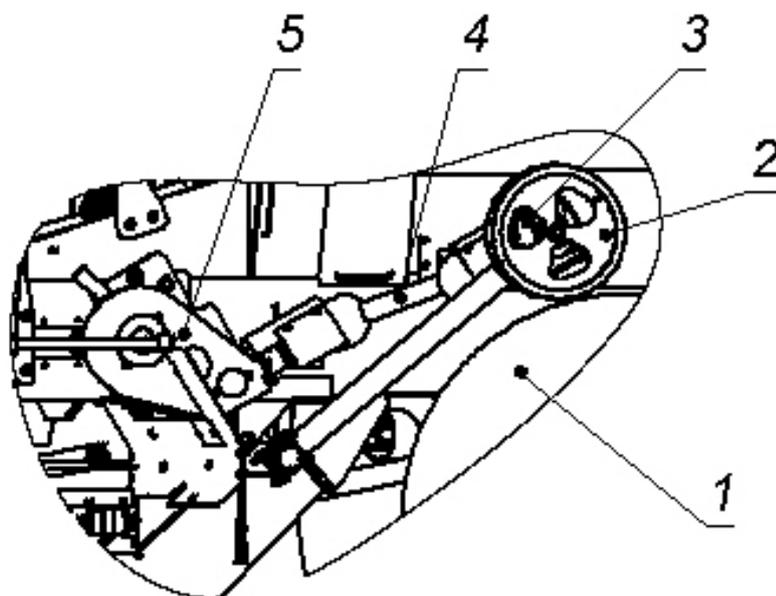

Рисунок 5 – Привод ленточного транспортера
Рисунок 5а – Механизм прижима колеса привода транспортера
2.5 Привод ленточного транспортера в базовой комплектации обеспечивается от колеса разбрасывателя минеральных удобрений (Рисунок 5 и 5а). К шине колеса 1 разбрасывателя минеральных удобрений с помощью механизма прижима силового колеса 2 с рычагом
6 (Рисунок 5а) прижимается малое металлическое колесо 2 с усилием 1000-1200 Н – усилие прижатия обеспечивается блоком пружин 7. При вращении резинового колеса прицепа вращается малое металлическое колесо, установленное на вал конического редуктора 3. От него через карданный вал 4 передается привод на редуктор привода транспортера 5, который обеспечивает вращение приводного барабана 11 ленточного транспортера.
2.6 Механизм прижима силового колеса (Рисунок 5а) устанавливается с другой стороны разбрасывателя минеральных удобрений и устанавливается на кронштейне, расположенном на раме. Состоит: из поперечной балки с рычагом 6, установленной на осях снизу рамы; блока пружин 7; плунжерного гидроцилиндра 8 с запорным краном 9; механизма стопорения 10 в транспортном положении.